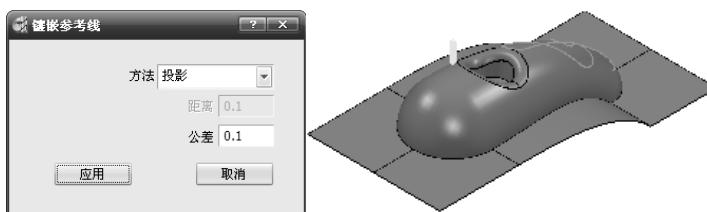

图 2-119 转换成镶嵌参考线
8) 在“PowerMILL 资源管理器”中右击“参考线”选项，在弹出的快捷菜单中选择“产生参考线”命令，系统即产生一条空的参考线 1。选中所创建的参考线“1”，单击鼠标右键，在弹出的快捷菜单中选择“插入” $\rightarrow$ “文件”命令，选择“yihu.dkg”（“随书光盘：\第 2 章\2.1\exercise15\uncompleted\yihu.dkg”）文件。然后选择所创建的参考线“1”，单击鼠标右键在弹出的快捷菜单中选择“编辑” $\rightarrow$ “镶嵌”命令，弹出“镶嵌参考线”对话框。单击“应用”按钮，完成参考线镶嵌，如图 2-119 所示。